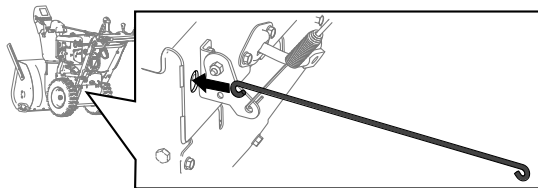

Figure 8
- Insérez la nouvelle tige de commande de déplacement par l'arrière de la machine (Figure 8).